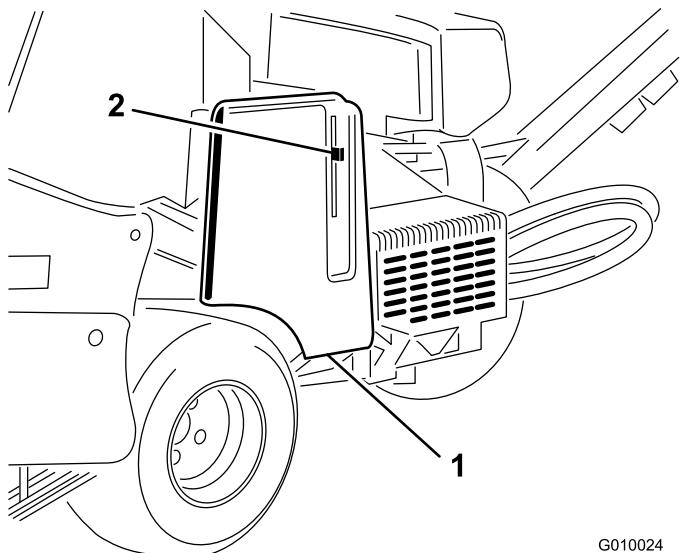

Figura 61
2. Abra la cubierta de la correa y retírela (Figura 61).